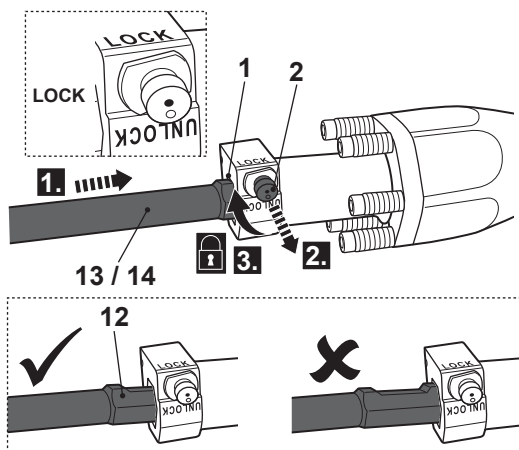

Fig. 2
- > Inserte un cincel (12) hasta el fondo del portaherramientas (1) con la hendidura en el vástago del útil (12) mirando hacia arriba (Fig. 2, paso 1).
- > Tire del perno de bloqueo (2) y gírelo 180° para bloquear el cincel (13, 14) (Fig. 2, paso 2 y 3).
- > Asegúrese de que el cincel está ha quedado correctamente sujeto en el portaherramientas (1). Tire del cincel para verificar que se asienta correctamente en el portaherramientas